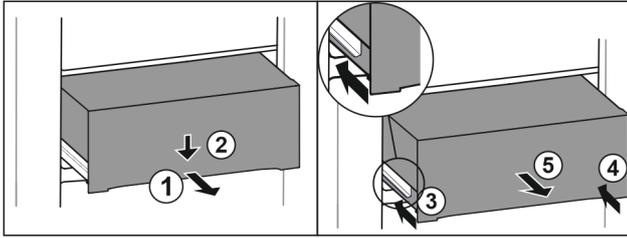

Fig. 103
- ▶ Estrarre il cassetto a metà. Fig. 103 (1)
- ▶ Premere il cassetto sul lato anteriore verso il basso. Fig. 103 (2)
- ▶ Spingere la guida sinistra di circa 2 cm verso l'interno. Fig. 103 (3)
- ▶ Spingere la guida destra di circa 2 cm verso l'interno. Fig. 103 (4)
- ▶ Rimuovere il cassetto tirandolo in avanti. Fig. 103 (5)